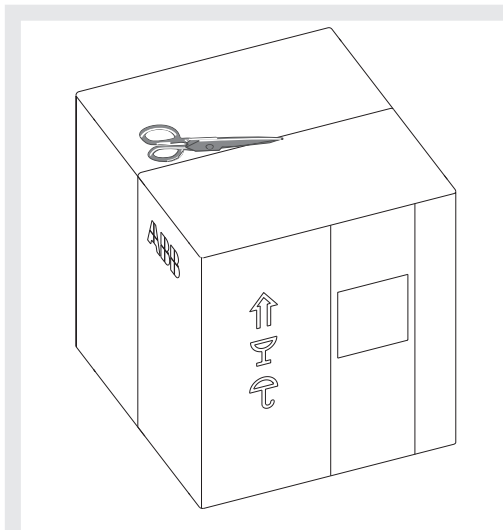
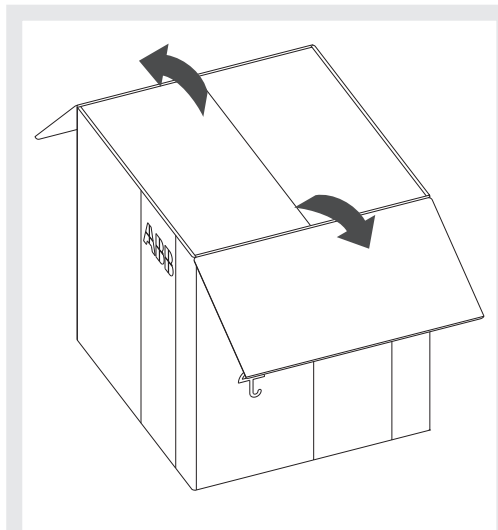

Figura 5
Figura 6
1. Tagliare il nastro che sigilla la scatola. Vedi Figura 5 e Figura 6.